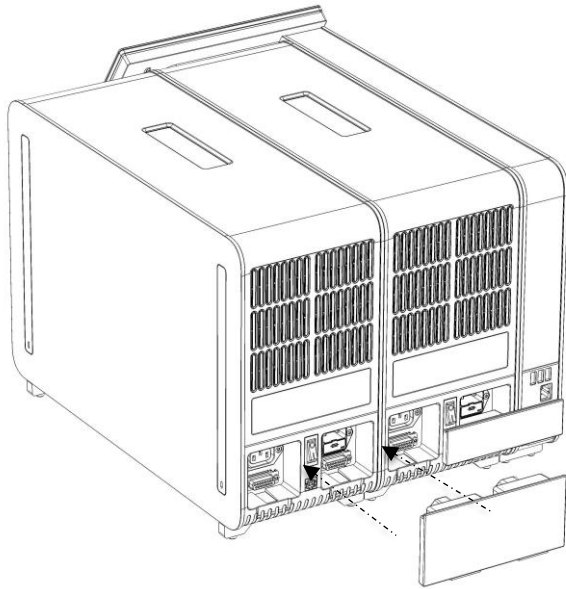

图 18. 连接分析/分析模块桥。
6. 连接 QIAstat-Dx Analyzer 1.0 背面的分析/分析模块桥，使两个分析模块连接到一起（下一页图 18）。